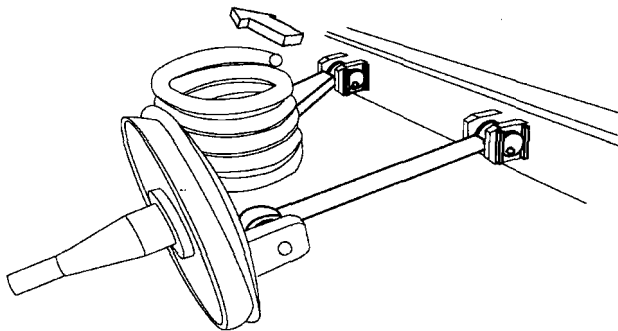

图 1-4 以可调式偏心轮来调整前束/外倾角
1) 调整指导。调整单侧前束或外倾角时,拧松枢轴螺栓,转动偏心轮,直至得到满意的读数。四轮定位仪会显示出调整的是外倾角还是前束角。见图 1-4。